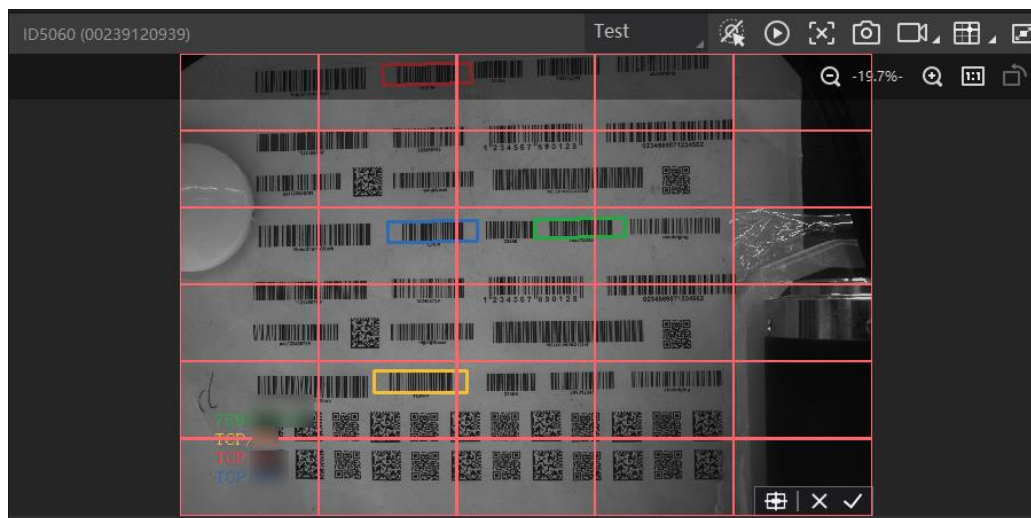

图4-34 棋盘格绘制 ROI
4. 此时预览窗口将展示设置的棋盘格 ROI 区域，如图 4-34 所示。通过如下操作，可以根据实际需求对 ROI 区域进行调整。调整完成后，点击 ，此时预览窗口生成棋盘格 ROI 区域，红色边框变为绿色。